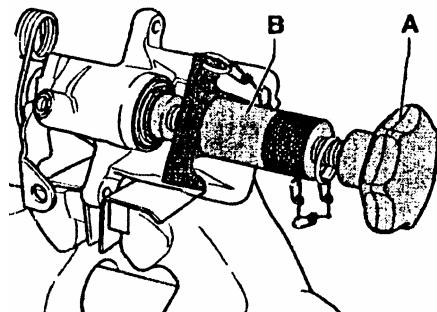

图 13-74 从制动钳壳体上拆下活塞
(1) 从制动钳壳体上拧下活塞, 如图 13-74 所示, 逆时针转动螺纹心轴 A 并顺时针转动滚花件 B, 拆下活塞。
(4) 将活塞拧入制动钳壳体。顺时针转动螺纹心轴并逆时针转动滚花件，拧入活塞（见图 13-74），护罩外密封唇应进入活塞槽内。